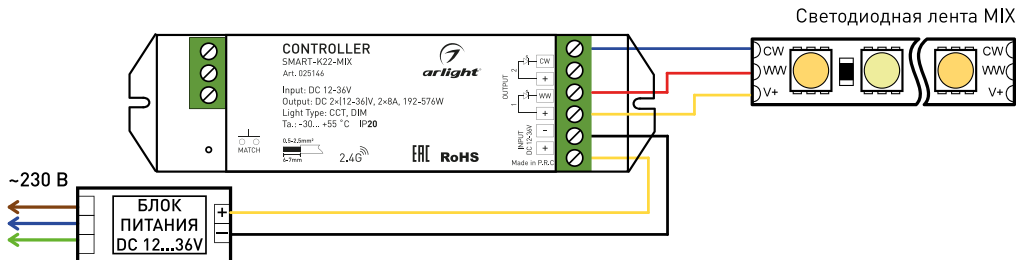
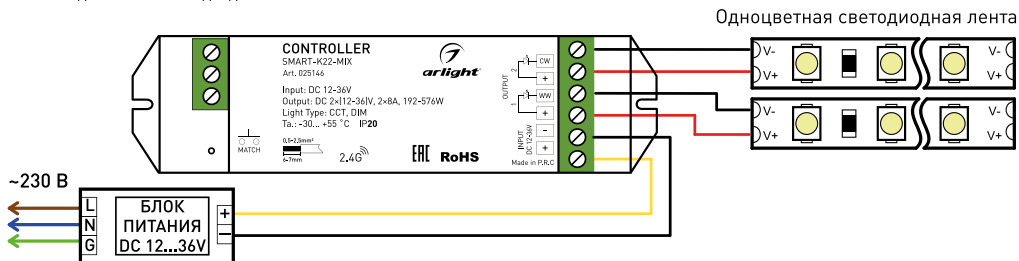

Рис. 1. Подключение светодиодной ленты MIX (CCT).
Рис. 2. Подключение одноцветной светодиодной ленты. Ленты управляются синхронно.
3.3. Согласно используемой схеме (рисунок 1 или рисунок 2), подключите светодиодную ленту или другой совместимый светодиодный источник света к выходу **OUTPUT** контроллера. Соблюдайте полярность и порядок подключения проводов к клеммам.